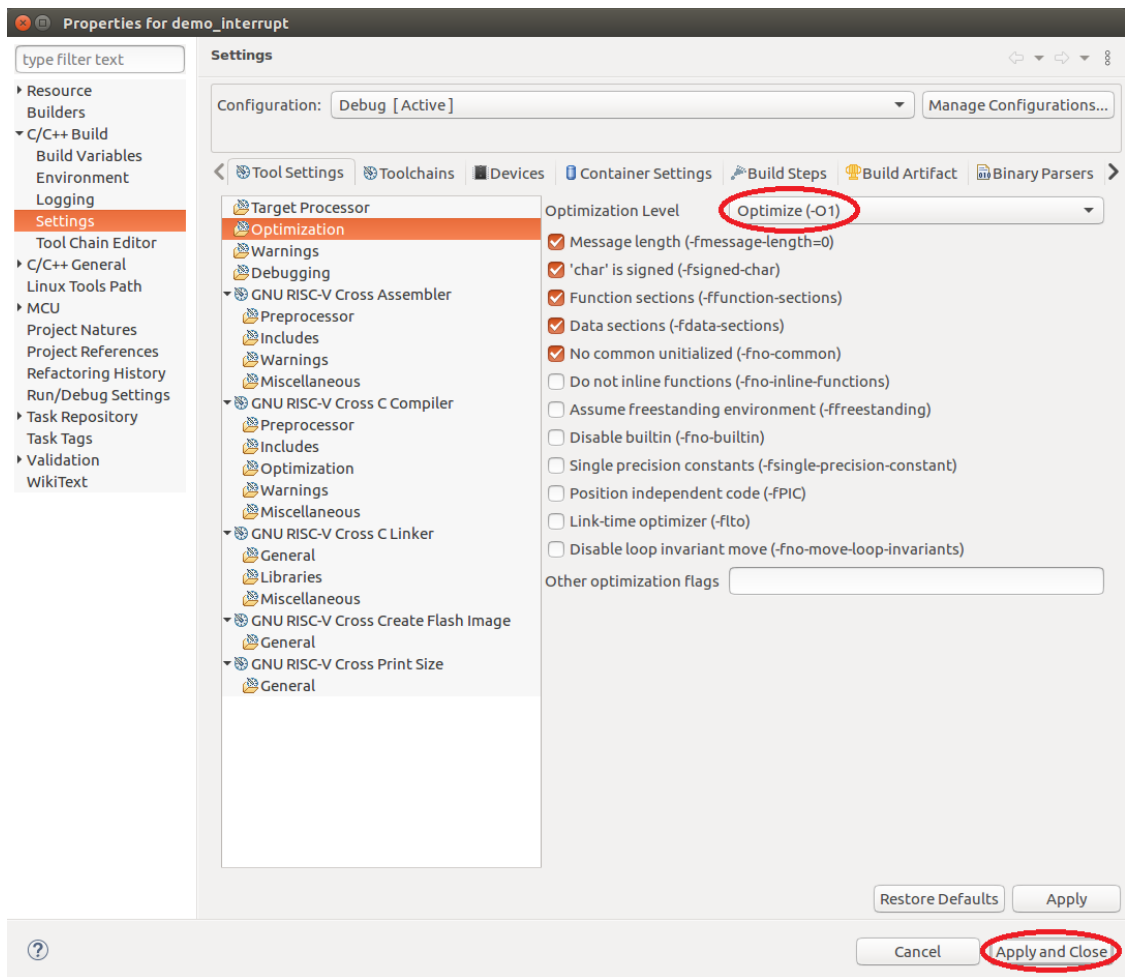

图4.3.15 修改 Optimization level
2. 选中 demo\_interrupt 工程，右键点击 Properties，点击 C/C++ Build 下拉选择 Settings，点击 Tool Settings 选项卡下的 Optimization，修改 Optimization level 为 "Optimize(-O1)"，如图 4.3.15 所示。